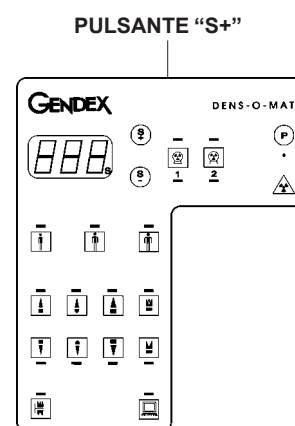

Figura 3
- 7) Premere il pulsante "S+" (vedere figura 3) fino a quando il display mostra l'indicazione "2.5".